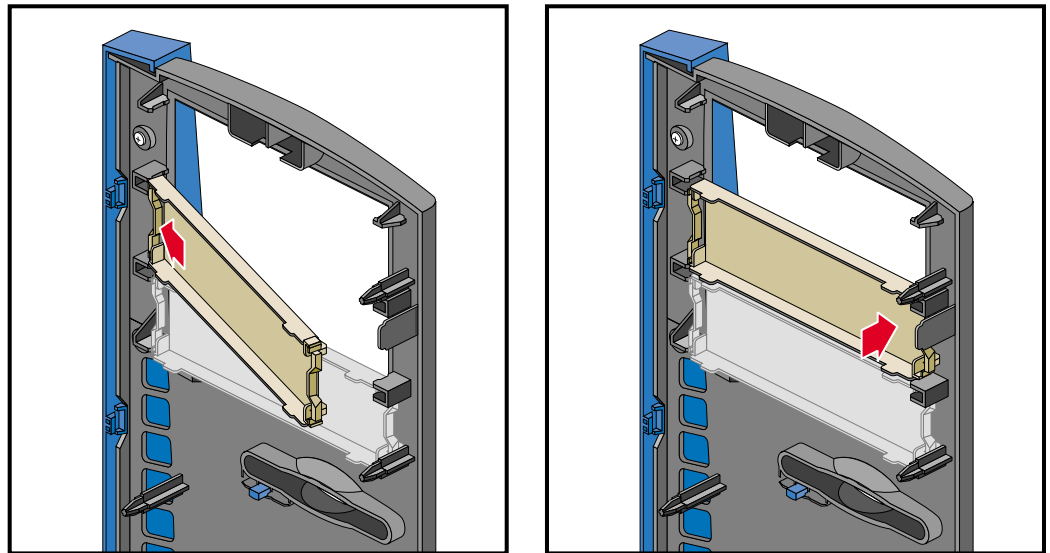

Figure 2-5 Montage d'un capot de panneau frontal
- Pour installer un capot, insérer une de ses extrémités dans une des encoches de fixation, puis appuyer sur l'autre extrémité jusqu'à encliquetage. La Figure 2-5 montre la procédure correspondante.